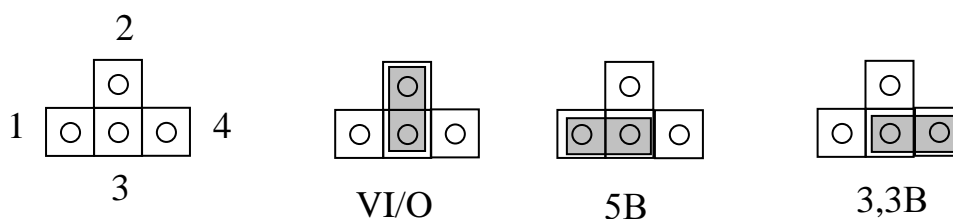

Рисунок 15. Поле переключки SW3
- 5) на плате устройства с помощью перемычки (джампера) SW3 установить используемый уровень сигналов на шине PCI, к которой подключается устройство (Рисунок 15, Таблица 15). Устройство может работать с уровнями сигналов 3,3В или 5В. В соответствии со спецификацией PC/104-Plus, линия PCI VI/O, предназначенная для питания выходных буферов устройства, подключена к напряжению питания, соответствующее уровню сигналов. В таких системах необходимо установить перемычку в состояние VI/O. Для систем, где сигнал VI/O отсутствует, необходимо установить перемычку в состояние 3,3В или 5В в зависимости от уровня сигналов, используемых на процессорной плате, к которой подключается устройство.